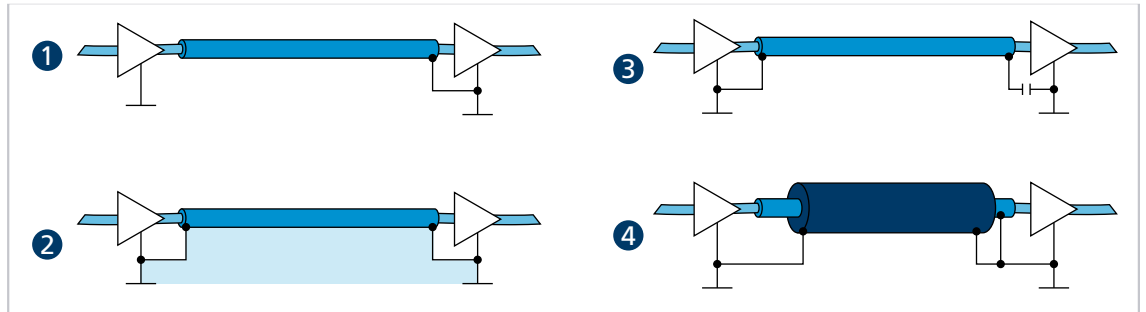

图 13: 屏蔽层的各种接地方式
- ▶ 电机相线置于屏蔽层中, 与传感器或编码器信号线分开, 并至少在近电机端接地 (请参阅图 13 中的 1 或 2)。
当传感器信号线缆的外表有编织屏蔽层时，可与电机相线集束于同一条绝缘软管中。此时屏蔽层必须双端接地（例如，图 13 中的 4）。对于此配置，如图 13 中的 2 所示的解决方案并非在每种情况下都可行。如果这通过接地偏移不可行，可通过专门的电容器（例如像 Y1/Y2/X1/X2 这样的安规电容，请参阅图 13 中的 3）建立射频连接。在此情况下，除了在电机与驱动器这两端之外，屏蔽层不要多点接地。